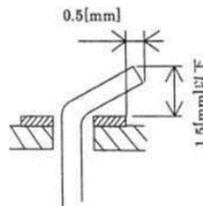

図5 リード線の折り曲げ
- ⑤炭素皮膜抵抗器のリード線は、ランドにほぼ密着させて折り曲げ、図5との位置関係に示すように切断すること。リード線の曲げ方向は規定しない。
⑥突き出し寸法は 0.5 ～ 2.5 mmとし、2.5 mmを超えるものは切断して、はんだ付けすること。